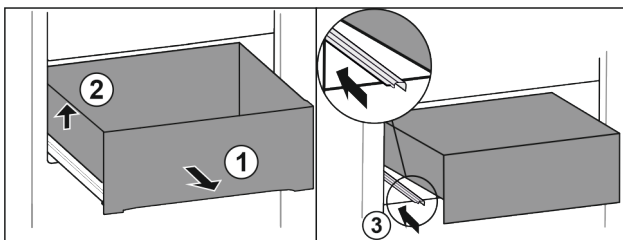

Fig. 96
- ▶ Schubfach bis zum Anschlag herausziehen. Fig. 96 (1)
- ▶ Schubfach links anheben. Fig. 96 (2)
- ▶ Linke Schiene einschieben. Fig. 96 (3)